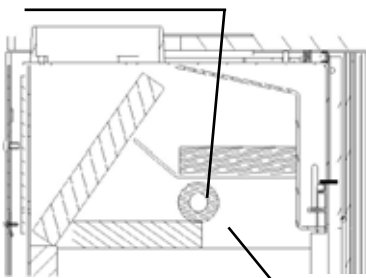

Bild 6
- Vor Inbetriebnahme sind die Transportsicherungen auf der Umlenplatte über dem Feuerraum (Bild 6) herauszunehmen und evtl. Aufkleber auf der Sichtscheibe rückstandsfrei zu entfernen.